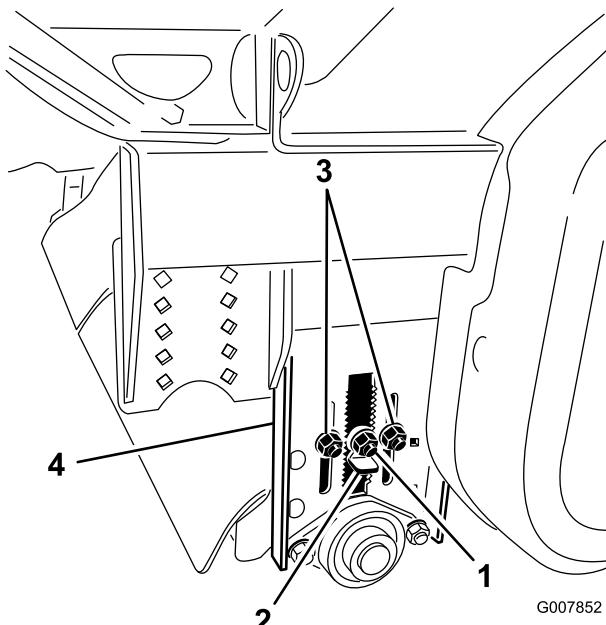

Figura 29
2. Afloje la contratuerca de la llave de ajuste de altura (Figura 29) para poderla sacar 13 mm aproximadamente.
3. Afloje las contratuerca de ajuste de altura del rodillo (Figura 29).
4. Tire hacia fuera de la llave de ajuste de altura y desplace el rodillo trasero hacia arriba o hacia abajo deslizando la placa de ajuste de altura del rodillo a la altura deseada (Figura 29).